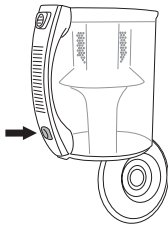

Figura 11
4. Abra la tapa inferior pulsando el botón en el asidor (véase la figura 11).